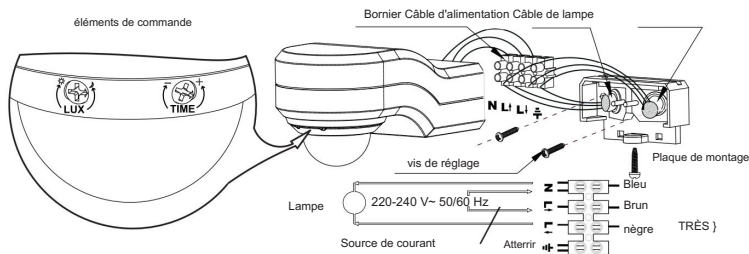

Figure 2
INSTALLATION (voir aussi fig. 2)
8. Branchez le cordon d'alimentation et le cordon de la lampe dans la prise bornier (voir fig. 2).
DESCRIPTION DES ÉLÉMENTS DE COMMANDE (voir fig. 2) RÉGLAGE DE LA DURÉE D'ÉCLAIRAGE : La durée